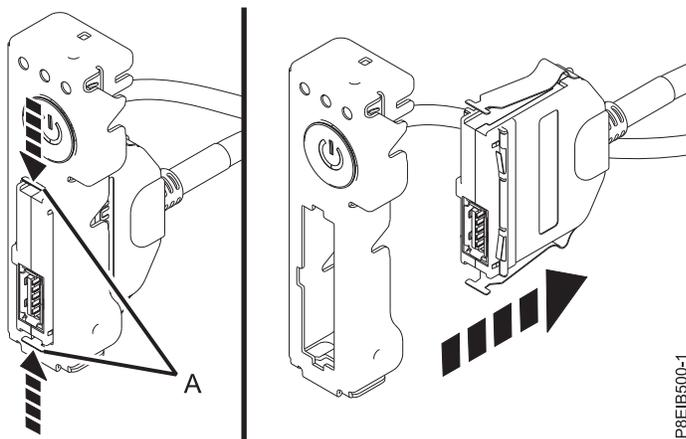

図 60. 電源スイッチからの前面 USB ケーブルの取り外し
10. コネクター **(A)** のラッチ・リリースを押して、電源スイッチから前面 USB ケーブルを切り離します。 63 ページの図 60を参照してください。